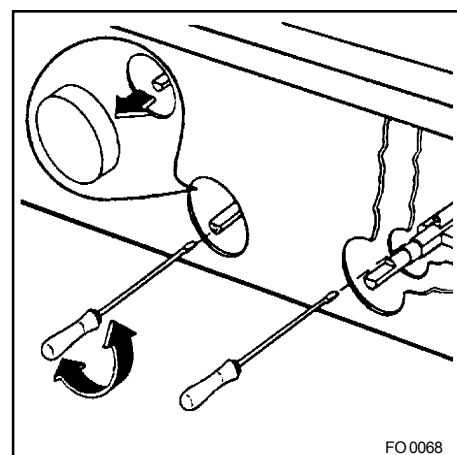

Рис. 18
- 2) снимите рукоятку регулятора (рис. 18);